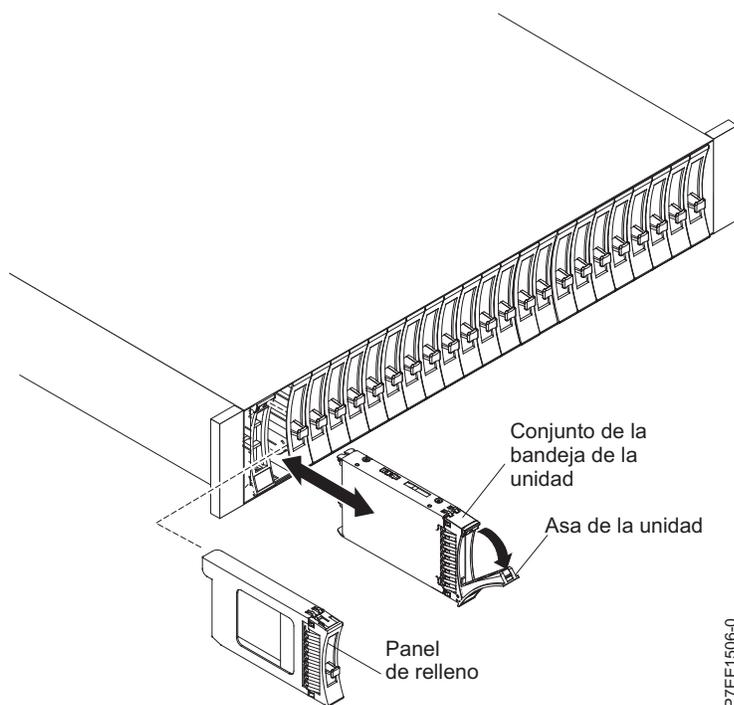

Figura 36. Extracción de una unidad de Alojamiento de unidad de disco 5887
5. Agarre la parte frontal de la unidad y tire de ella hacia fuera de la ranura, sujetándola por la parte inferior de la unidad, como se muestra en Figura 36.